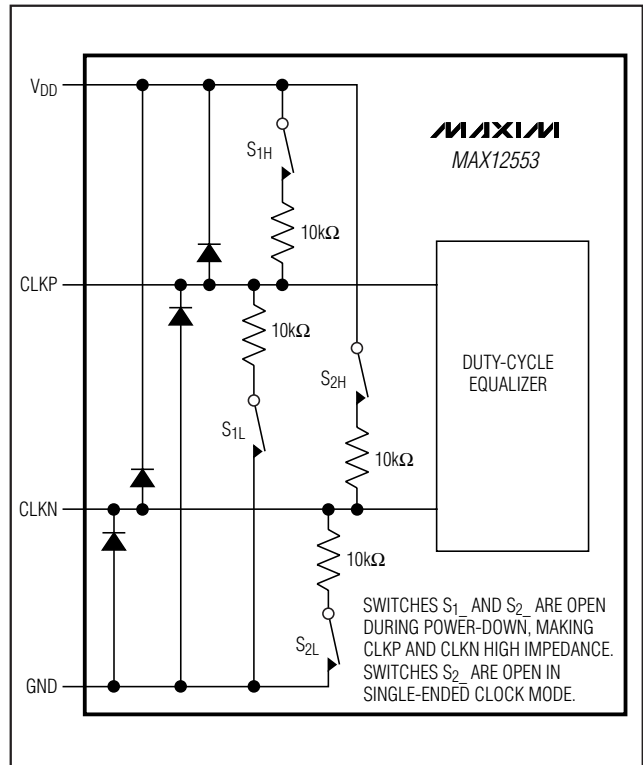

図5. 簡略化クロック入力回路
MAX12553がパワーダウンとなっているとき、CLKPとCLKNはハイインピーダンスになります(図5)。
- CLKPとCLKNがハイインピーダンスになる(図5)。